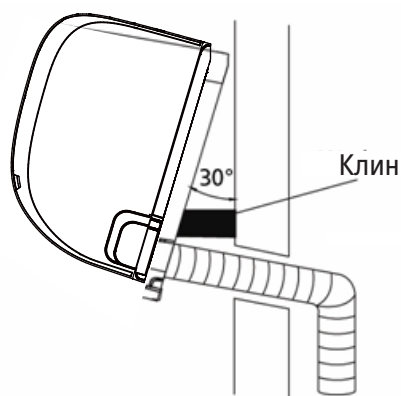

Рис. 3.13
2. С помощью скобы или клина подоприте блок, чтобы обеспечить достаточно места для присоединения трубопровода хладагента, сигнального кабеля и дренажного шланга (см. **рис. 3.13**).